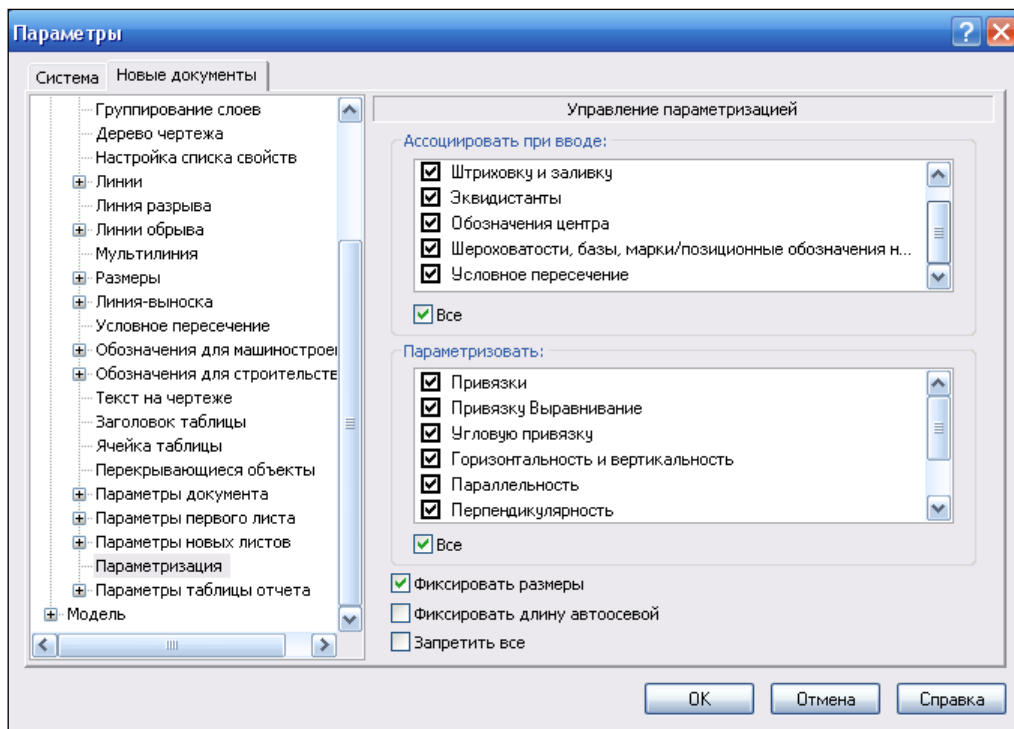

Рис. 1.17. Диалоговое окно **Параметры** с открытой панелью **Управление параметризацией**
- ♦ в левой части окна щелкните ЛК по пункту **Параметризация**. В правой части откроется панель **Управление параметризацией** (рис. 1.17). Она позволяет настроить параметрический режим системы КОМПАС-3D V13 и состоит из двух групп: **Ассоциировать при вводе** и **Параметризовать**. Опции группы **Ассоциировать при вводе** определяют объекты как ассоциативные (связанные с другими объектами) при их построении. Опция **Размеры** позволяет создавать ассоциативные размеры, т. е. управлять размерами и положением геометрических объектов в эскизах. Режимы ассоциации обозначений шероховатости, баз, эквидистант, штриховок, обозначений центра используются только при оформлении чертежа. Поставьте флажок **Все**. Все флажки в этой группы опций будут автоматически установлены. Опции, расположенные в списке группы **Параметризовать**, позволяют выполнять автоматическую параметризацию привязок, построение вертикальных и горизонтальных отрезков, параллельных, перпендикулярных, касательных и симметричных объектов. Установите все флажки;